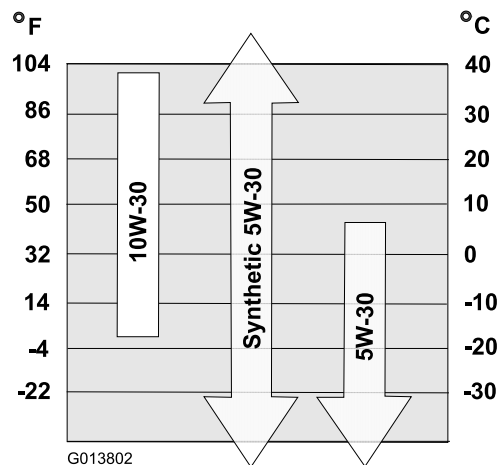

Figura18
6. Utilizați Figura18 de mai jos pentru a selecta cea mai bună vâscozitate a uleiului pentru domeniul de temperatură exterioară așteptat: